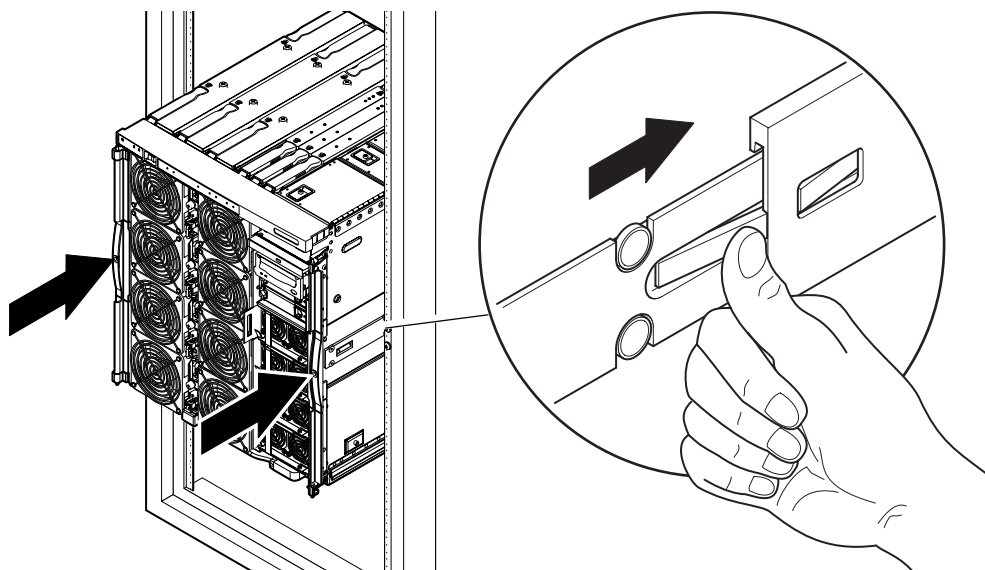

図 1-11 システムキャビネットへのシステムの押し込み
11. 各スライドの緑色のラッチを押して、システムをキャビネットの中へ押し込みます (図 1-11)。